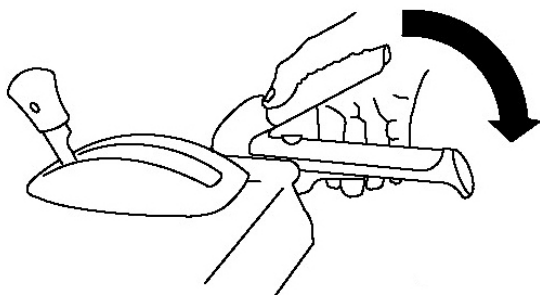

Рисунок 28
1. Чтобы запустить шнек/крыльчатку, прижмите правой рукой рычаг привода шнека/крыльчатки к рукоятке (Рис. 28).